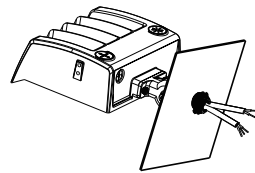

figure 3
Étape 3 : desserrez les vis ; ajustez les angles du luminaire selon votre convenance et resserrer les vis plus tard; les angles du luminaire sont ajustables. (installez le support à travers la surface de montage, sécurisez-le avec des vis, puis connectez les fils selon les exigences de câblage requises). (figure 3).